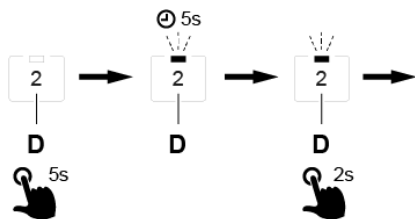

Fig.11
- För att programmera om funktionsläget till variant 2, håll in knapp D i fem sekunder. Se Fig.11. Släpp knappen när dioden börjar blinka.